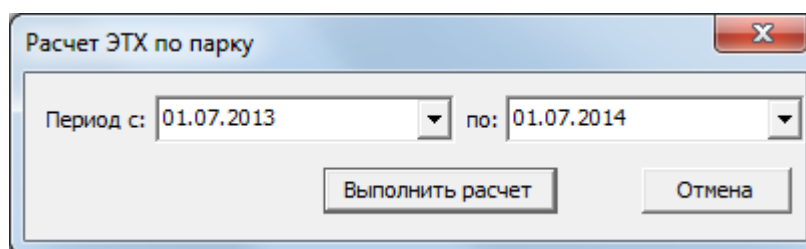

Рис. 13-570 – Окно «Расчет ЭТХ по парку»
- 2) Нажать кнопку «Анализ ЭТХ» на вкладке «Анализ» (рис. 13-570).